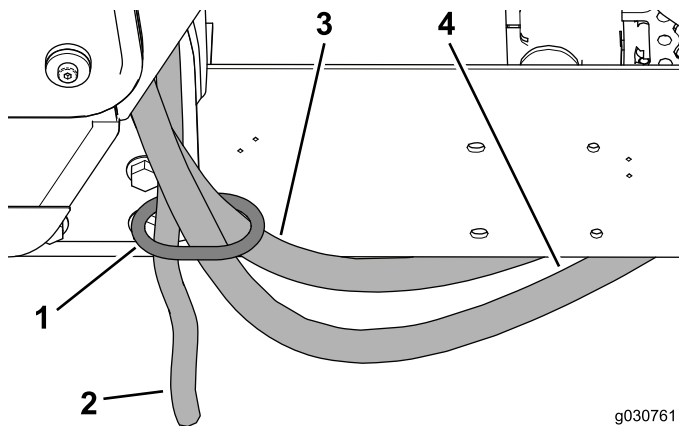

Figura 35
- Enrute las mangueras de la calefacción y la manguera de drenaje a través del aro del soporte trasero de la cabina (Figura 35).